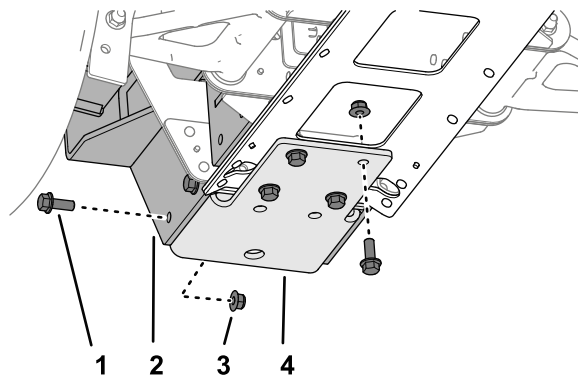
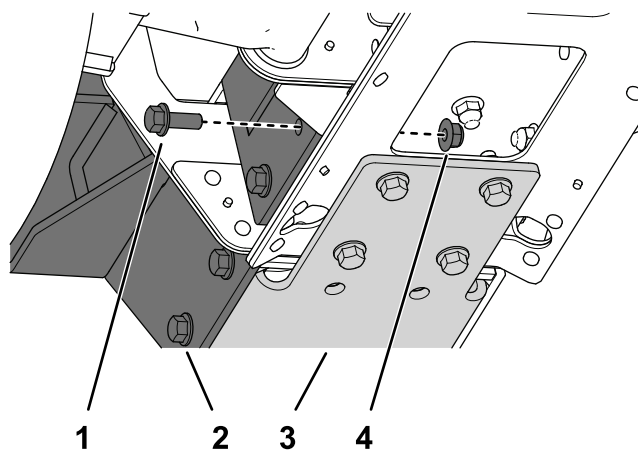

図 57
図 58
1. フランジボルト (3/8 x 1") 14本とフランジロックナット (3/8 インチ) 14個を使って、ボールピッカーマウントとボトムブラケットをフロントフレームチャンネルとセンターチャンネルプレート (図 57図 58および図 59) に取り付け。